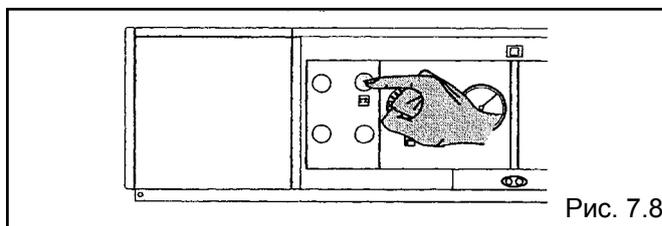

Рис. 7.8
- нажмите кнопку включения бойлера и убедитесь, что зеленый индикатор «сеть» погас (рис. 7.8);